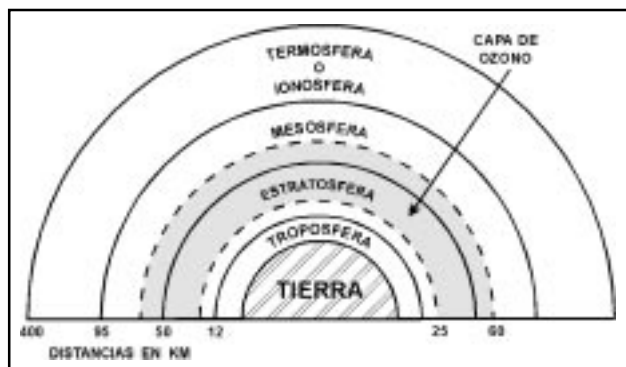

Figura 9.1 - Ubicación de la capa de ozono.
La capa de ozono es una delgada capa dentro de la atmósfera de la tierra, comienza aproximadamente a unos 25 km arriba del suelo, y se extiende hasta más de 35 km de ancho (figura 9.1). Se sabe que esta capa cambia su espesor dependiendo la estación del año, hora del día y temperatura. Con frecuencia se le llama pantalla o escudo. A la capa de ozono se le acredita como protectora contra los dañinos rayos ultravioleta (UV) del sol. La capa de ozono funciona como un filtro para estos rayos y protege la vida humana, vegetal y marina de sus efectos dañinos. Existen teorías actualmente aceptadas, de que los rayos UV son los principales causantes de cáncer en la piel, y de provocar cambios en los ciclos biológicos de algunas plantas y organismos submarinos.